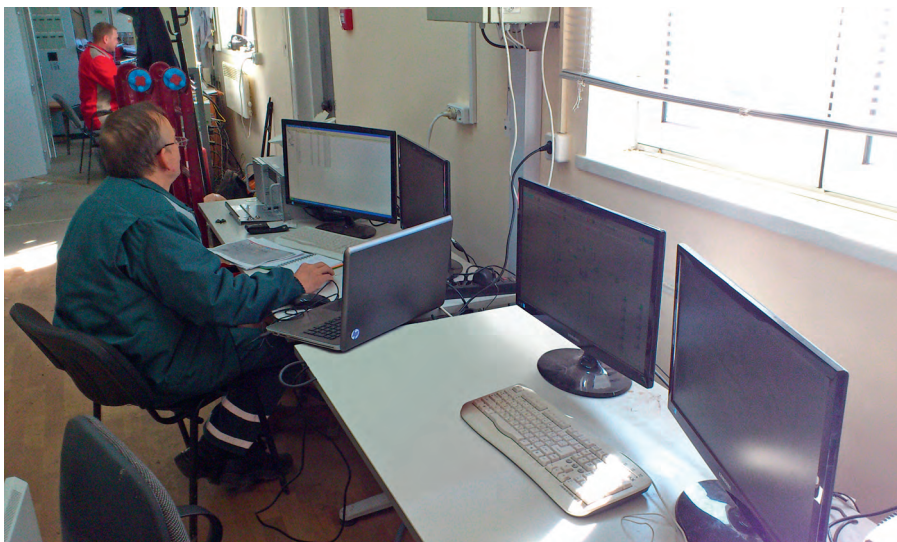
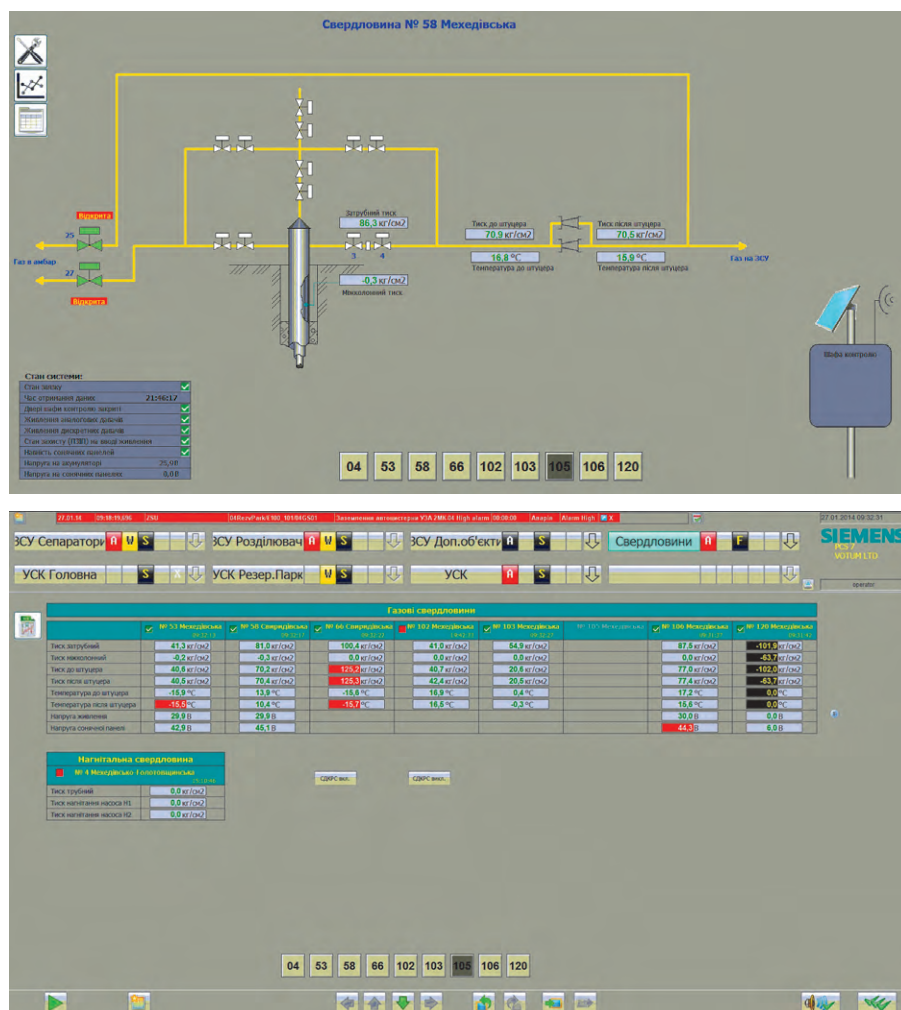

Рис. 6. Операторная УКПГ
Рис. 7. Мнемосхемы скважин
Весь аппаратно-программный комплекс интегрирован в систему управления SIMATIC PCS7. Операторская станция выполнена на базе персонального промышленного компьютера с соответствующим программным обеспечением (WinCC фирмы Siemens) для обработки, архивации и визуализации полученной информации. В операторной УКПГ (рис. 6) размещается операторская станция (OS), на которую поступает информация от контроллеров через внешний модем (PSI-GPRS/GSM-MODEM), соединённый с OS по интерфейсу Ethernet. Модем по запросу операторской станции принимает информацию от локальных контроллеров скважин по GPRS-каналу (протокол TCP/IP) и выводит эту информацию на экран монитора (рис. 7).